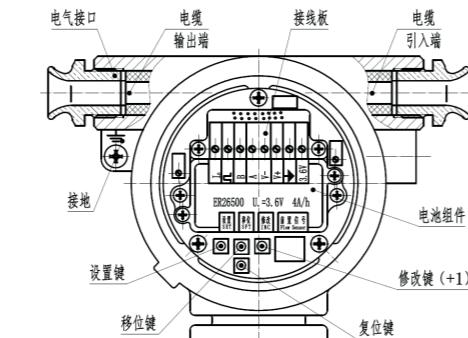

图8 积算仪接线图
7.3 积算仪内部接线（如图8）
7.6.2 电池更换方法（见图8）：打开积算仪后盖，松开电池组件的固定螺栓，松开电池接线（接线端子为3.6V, GND），取出电池组件，装上新的电池组件后，按电池组件引线红线接3.6V，黑线接GND。